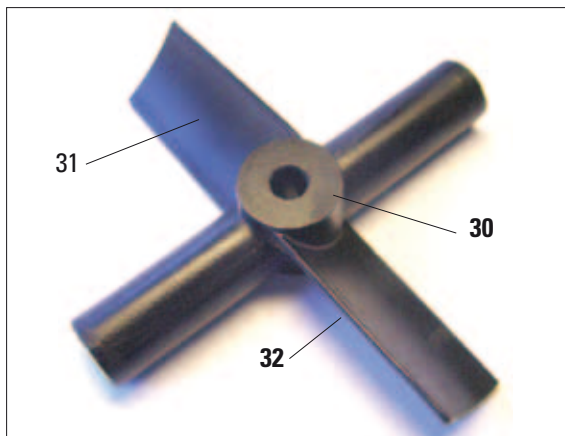

图 7
- 拆除磁力搅拌器 (30) (图 7) 包装并将其插入到脱水缸中。
使转子叶片 (31) 的凸面侧 (32) 朝下，插入磁力搅拌器 (图 7)。